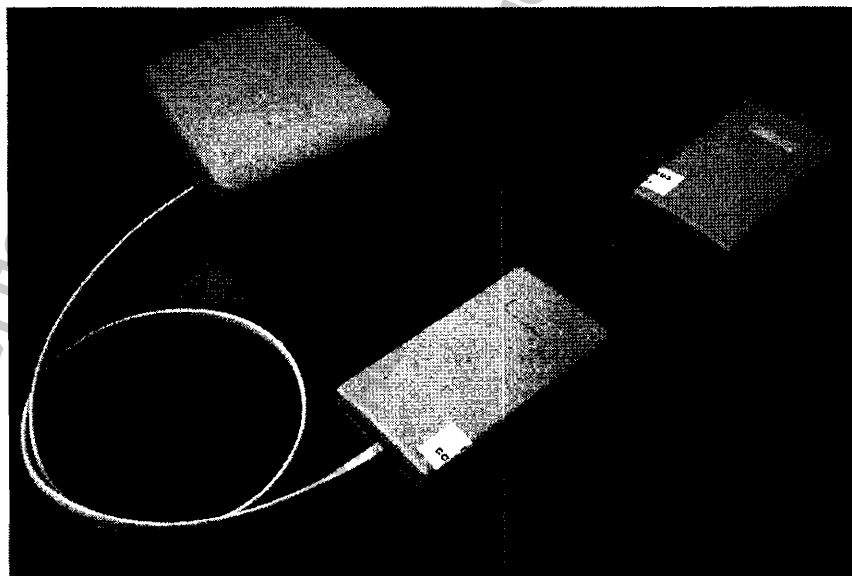

Рис. 12. Подключение монитора "БиПиЛаб" через беспроводной ИК интерфейс
- связь с ПК через беспроводной ИК интерфейс с монитором "БиПиЛаб": вставьте разъем кабеля адаптера беспроводного ИК интерфейса ВР.005.009 в электрический разъем монитора (так, чтобы сработала защелка). При передаче данных между монитором и компьютером расположите оба адаптера беспроводного интерфейса (адаптер компьютера ВР.005.010 и адаптер монитора ВР.005.009) на небольшом расстоянии (до 20 см) таким образом, чтобы их окошки инфракрасных приемопередатчиков были направлены друг на друга (см. Рис.12).